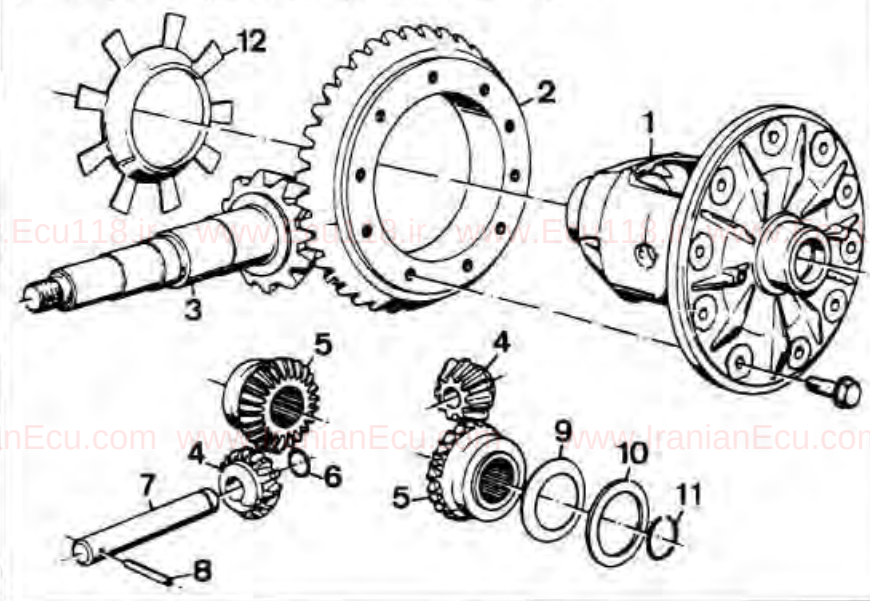

Рис. 9-16. Порядок затяжки болтов крепления ведомой шестерни главной передачи к коробке дифференциала
- Ввернуть новые болты крепления ведомой шестерни, предварительно смазав их резьбу специальным клеем типа Loctite 270, и затянуть их предписанным моментом в порядке, указанном на рис. 9-16.